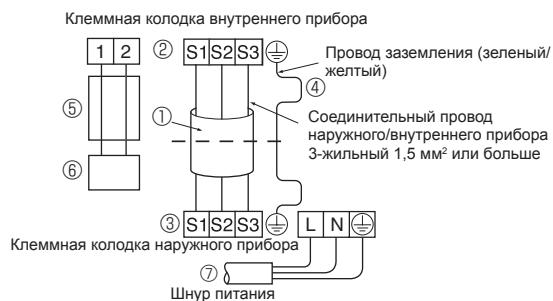

Fig. 7-4
- Выполните подсоединение, как показано на схеме внизу слева. (Кабель приобретается отдельно). (Fig. 7-4)
- ① Соединительный кабель 3-жильный кабель 1,5 мм², соответствующий требованиям промышленного образца 245 IEC 57.
- ② Клеммная колодка внутреннего прибора
- ③ Клеммная колодка наружного прибора
- ④ Всегда устанавливайте заземляющий провод (1-жильный 1,5 мм²), который длиннее других кабелей
- ⑤ Кабель пульта дистанционного управления (неполярный) 2-жильный кабель 0,3 мм²
- ⑥ Проводной пульт дистанционного управления
- ⑦ Шнур питания